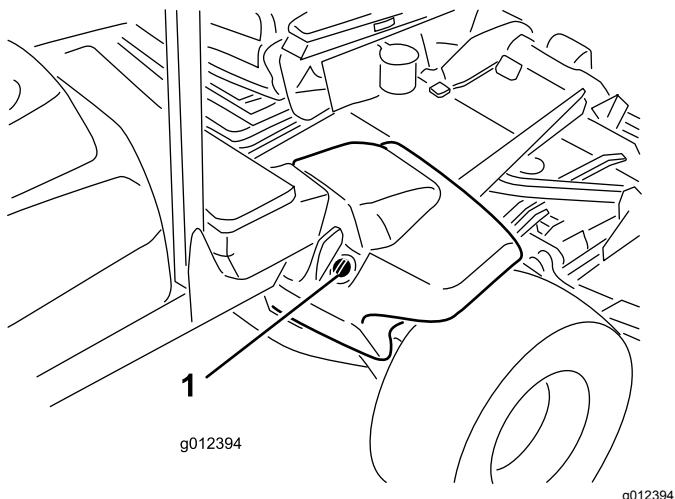

Figura 22
- Pulite attorno al collo del bocchettone e del tappo del serbatoio idraulico (Figura 22).